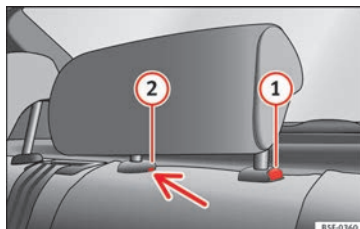

Bild 142 Bakre nackskyddet i mitten: Frigöringspunkt
- Tryck in knapp **1** » » » bild 142 samtidigt som du trycker på säkerhetshålet **2** » » » bild 142 med en maximalt 5 mm bred, platt skruvmejsel och ta bort nackskyddet.